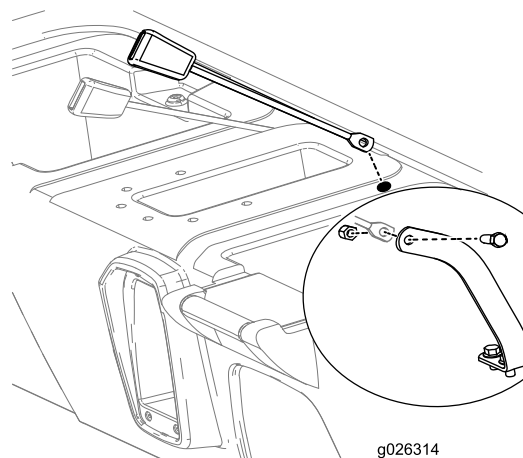

Figura 11
7. Inserite l'estremità ricevente di ciascun gruppo di blocco della cintura di sicurezza in uno dei fori appena praticati nella base del sedile (Figura 11).
8. Sollevando la parte posteriore della base del sedile per poter avere accesso, montate l'estremità ricevente di ciascun gruppo della cintura di sicurezza su ciascun ancoraggio della cintura di sicurezza con un bullone (7/16 poll.) e un dado (7/16 poll.), come illustrato in Figura 11.